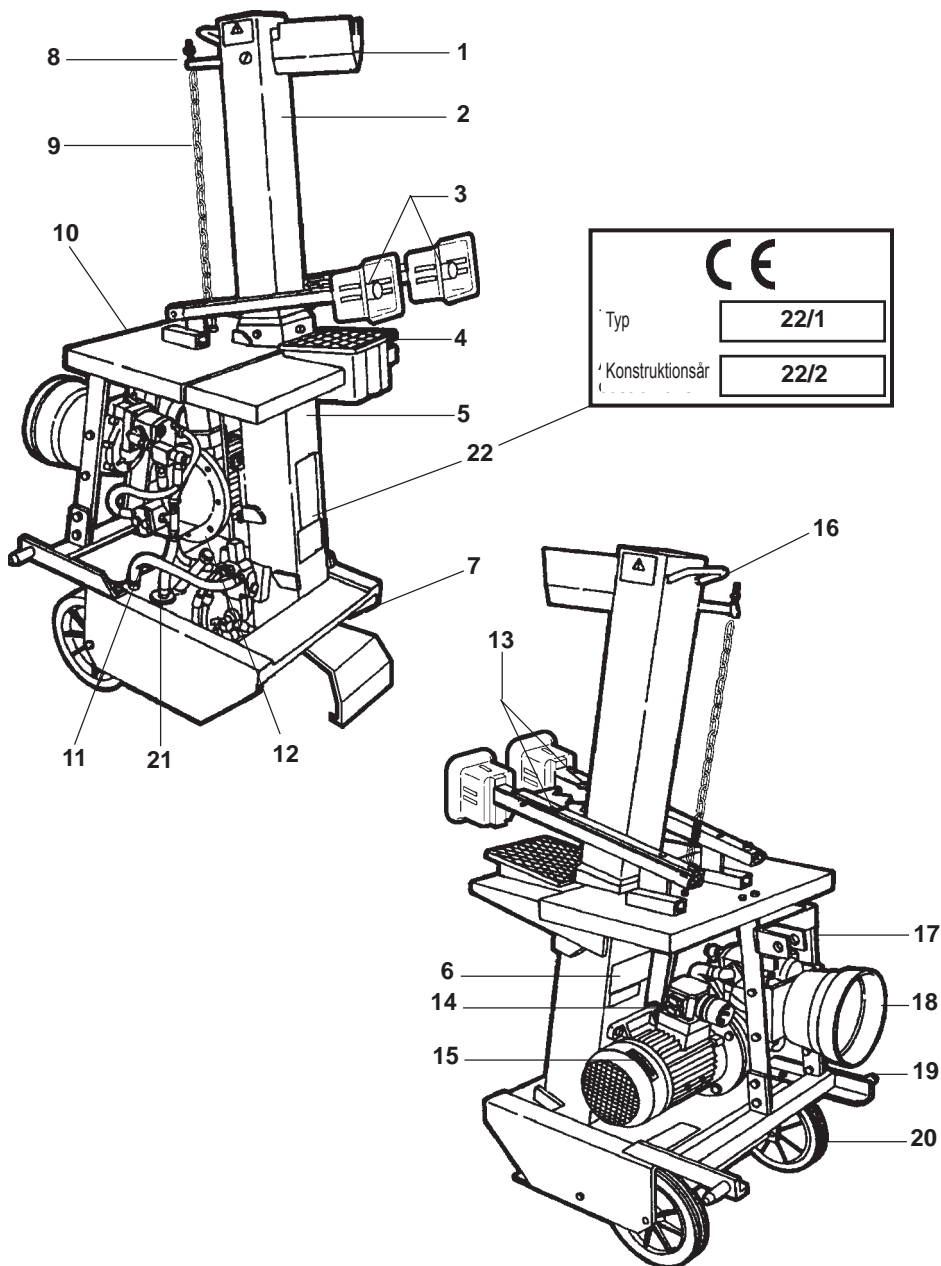

Fig. 1 - Vedklyv Mod. 900+PTO med elektrisk motor och trepunktskoppling för traktorbruk (denna är den mest kompletta versionen).
1.2 BESKRIVNING AV VEDKLYVEN (Fig.1)